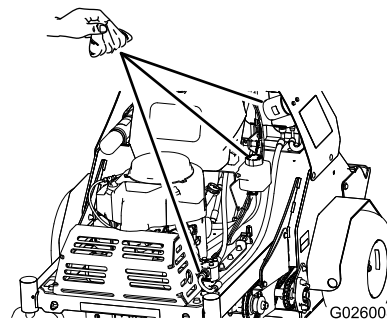

Figure 54
2. Nettoyez soigneusement la surface autour de l'avant de la pompe auxiliaire, du bouchon de remplissage et du filtre (Figure 54).